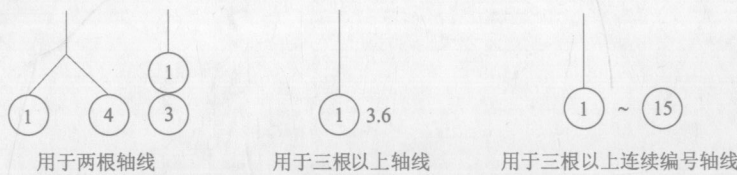

图 1.8 详图用于多根定位轴线
(3) 一个详图适用几根定位轴线时，同时注明各有关轴线的编号。见图 1.8。